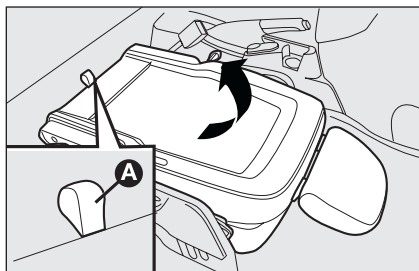

fig. 24
- empoigner la languette **A**-fig. 24 et soulever le dossier vers le haut;